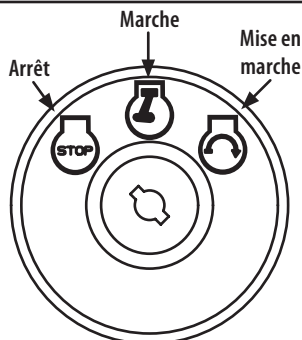

Figure 4
2. Déplacez le levier de changement de vitesses à la position neutre (N).
4. Tournez la clé dans le sens des aiguilles d'une montre, jusqu'à la position « START » (Démarrage). Quand le moteur tourne, lâchez la clé. Elle reviedra à la position « RUN » (Figure 4).
4. Tournez la clé dans le sens des aiguilles d'une montre, jusqu'à la position « RUN » (Marche) (Figure 4).